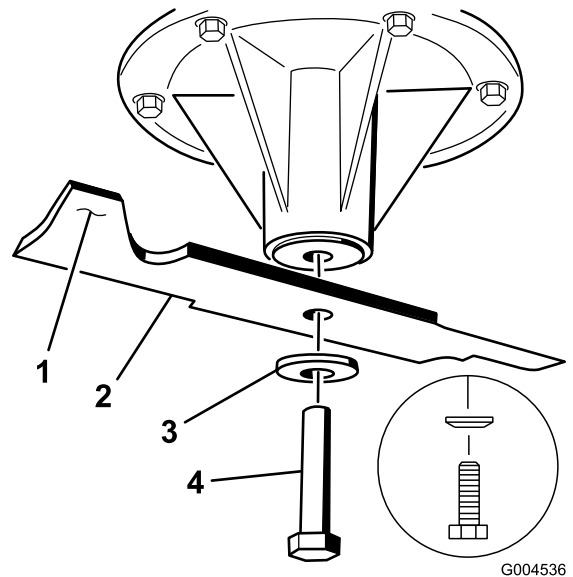

Figure 85
1. Placez la lame sur l'axe (Figure 85).
2. Installez la rondelle élastique et le boulon de la lame. Le côté bombé de la rondelle élastique doit être dirigé vers la tête du boulon (Figure 85). Serrez le boulon à un couple de 115 à 150 Nm (85 à 110 pi-lb).